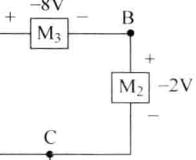

图 1-1-11
(3) 以 C 为参考点，如图 1-1-11 所示，则 $V_C=0$